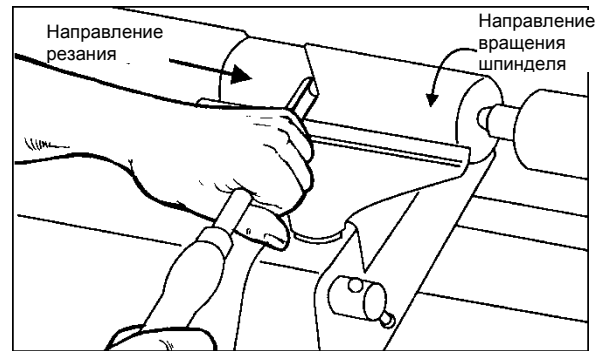

Рисунок 34
3. Начните протачивать заготовку примерно в 50 мм от ее края со стороны задней бабки, поворачивая желоб резца (вогнутая сторона) в направлении резания. См. Рис. 34. Произведите черновое обтачивание заготовки до цилиндра, делая длинные широкие резы при непрерывном движении резца.